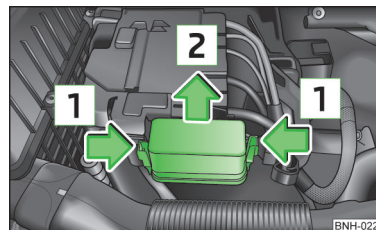
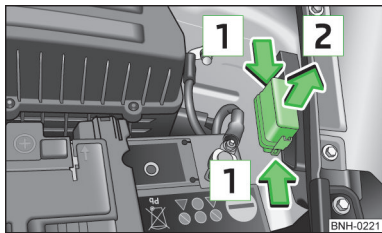

Fig. 146
Fig. 147
- > Comprimați simultan tastele de blocare în sensul săgeții 1 » fig. 146, respectiv » fig. 147.